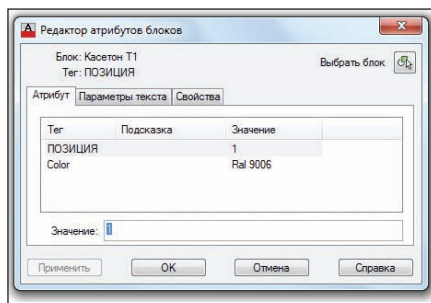

Рис. 4
- простой динамический блок AutoCAD с атрибутами (рис. 4);